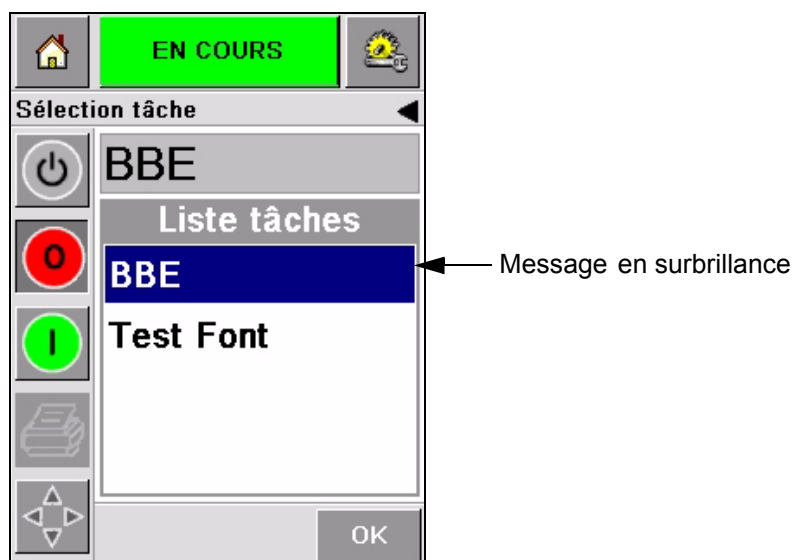
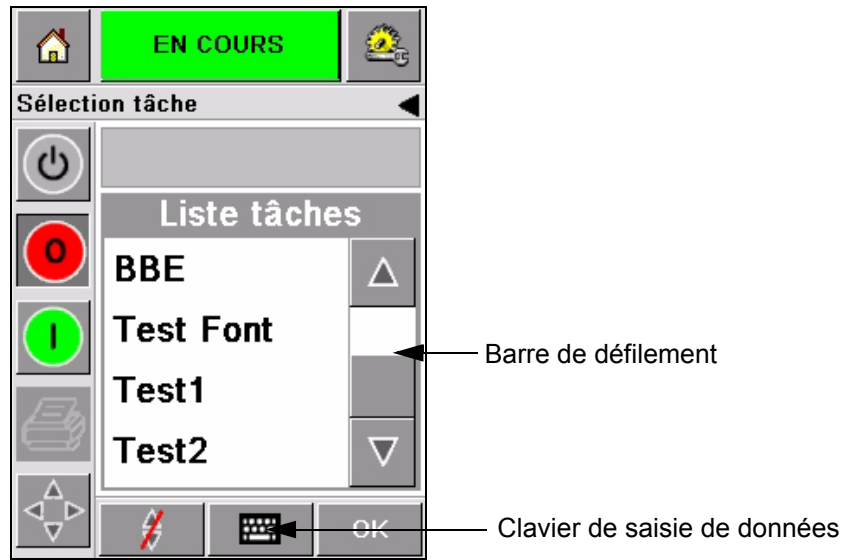

Figure 5-3 : Sélection de message
Figure 5-4 : Barre de défilement
- 2 Si la liste des messages est très courte, touchez le nom du message, ce qui permettra de l'afficher en surbrillance (Figure 5-3).
- Une barre de défilement s'affiche (Figure 5-4 à la page 5-4). La barre de défilement vous permet de vous déplacer vers le haut ou le bas de la base de données pour voir tous les messages et choisir celui que vous voulez.
- Touchez l'icône *Clavier de saisie de données* (Figure 5-4 à la page 5-4). L'écran de *Sélection de tâches* s'affiche avec un clavier de saisie de données (comme un téléphone portable). Dès que vous commencez à entrer les caractères du nom du message, le nom du message est automatiquement affiché jusqu'à ce que vous sélectionnez le message définitivement (Figure 5-3).